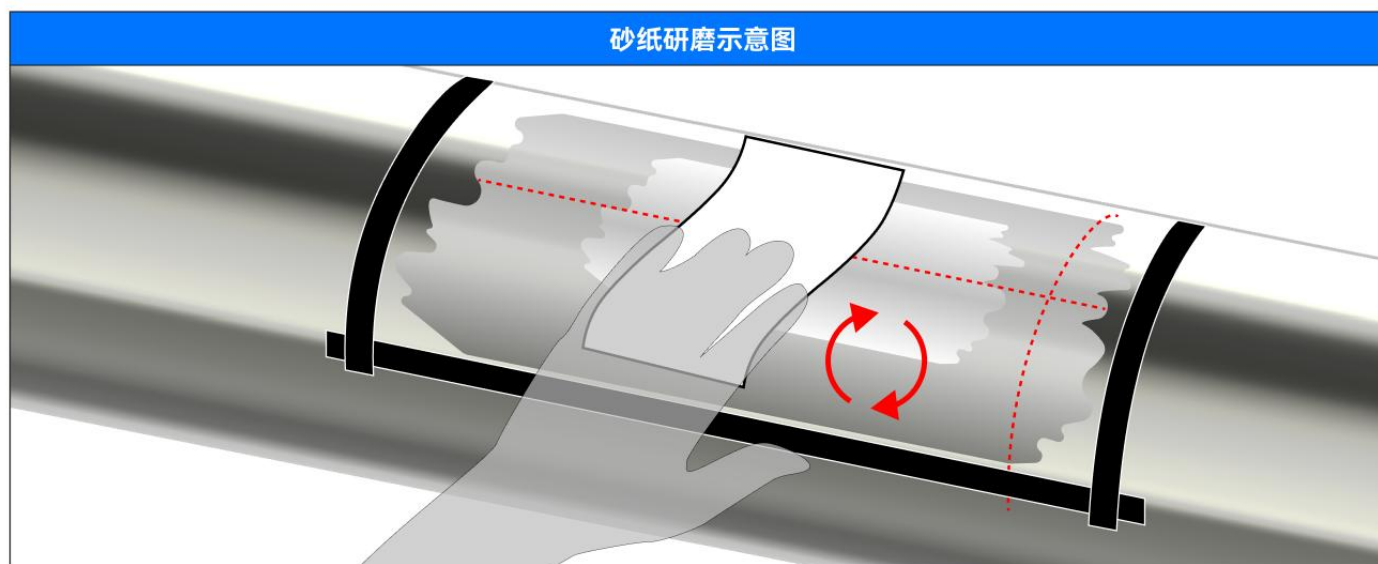

图3.17
7. 第二阶段研磨使用适当粒度的碳纸。建议从120粒度开始，以随机模式进行至400粒度的研磨，以获得平坦、清洁和良好的键合表面，如图3.17。